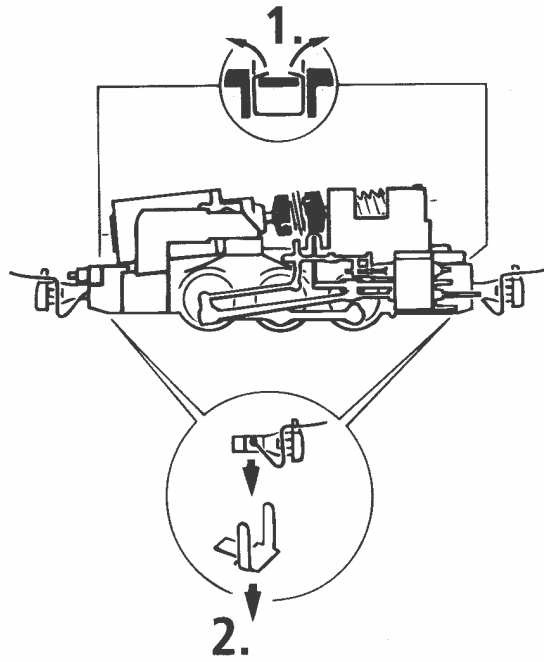

Fig. 4
1. Reinigung der Radstromkontakte: Radstromkontakte können auf unsauberen Schienen leicht verschmutzen. Entfernen Sie **vorsichtig** mit einem kleinen Pinsel **den Schmutz** an den in Fig. 4 gekennzeichneten Stellen. Dazu zuerst das Lokgehäuse abnehmen (Fig. 2).
1. Cleaning of wheel contacts: Wheel contacts easily get dirty on tracks which are not entirely clean. Use a small brush to **remove dirt** from spots marked in fig. 4.
1. Nettoyage des lames de courant aux roues: Les lames de contacts risquent de s'encrasser rapidement sur des voies poussiéreuses. Veuillez **enlever la poussière** aux endroits marqués à la fig. 4 à l'aide d'un petit pinceau souple.